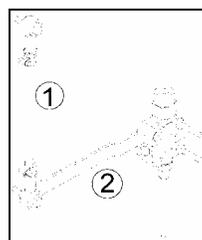

FIGURE 3 : SOUPAPE DE COMMANDE DE HAUTEUR
4. Localiser la soupape de commande de hauteur au centre de l'essieu avant (figure 3). Déconnecter la tige de raccordement et actionner le levier afin de vider l'air des ressorts pneumatiques.
4. Localiser la soupape de commande de hauteur au centre de l'essieu avant (figure 3). Déconnecter la tige de raccordement et actionner le levier afin de vider l'air du ressort pneumatique.